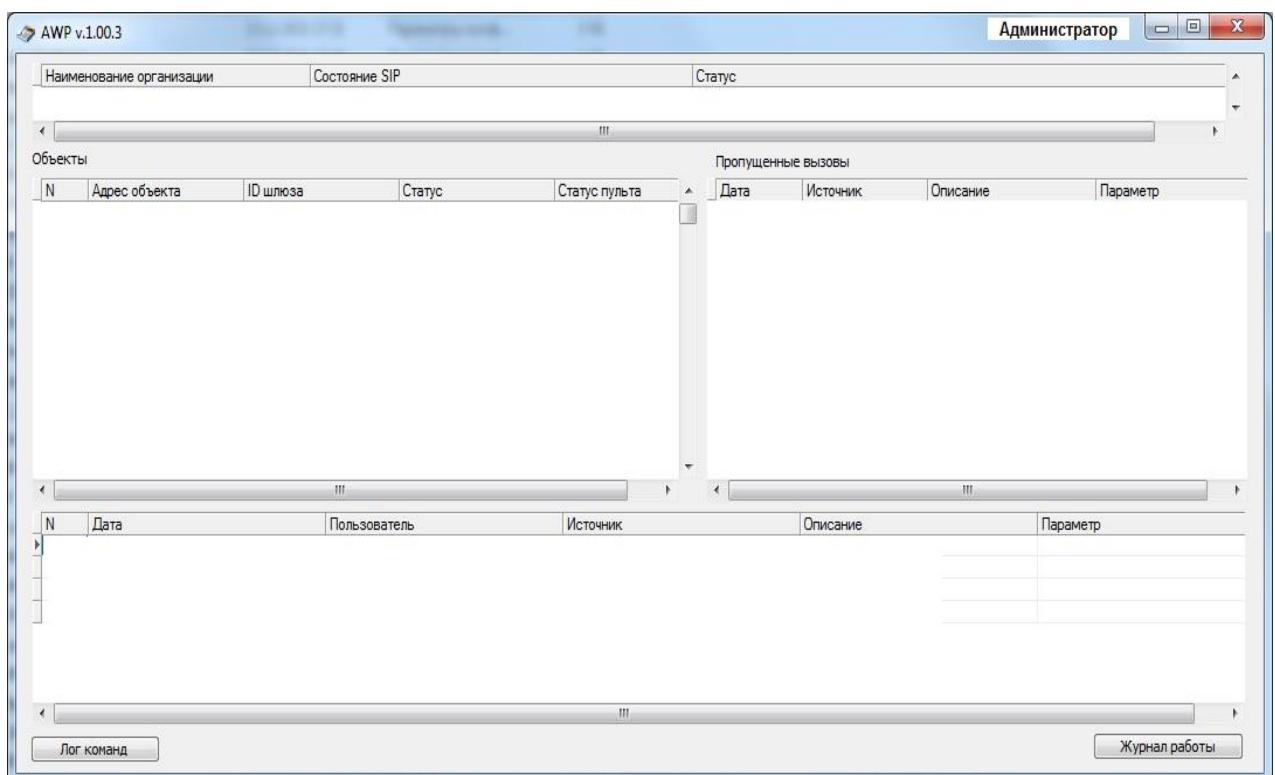

Рис.4 Первичный вид основного окна.
- 4.2 Запустить программу AWP.exe. При первом запуске АРМа появится пустое основное окно (рис.4), в котором все информационные поля и области чистые. Они будут заполняться по мере работы с АРМом и подключения к нему новых объектов. Внешний вид основного окна работающего АРМа будет представлен в разделе его функционирования с подключенными к нему объектами.
5.1.1 Сразу после открытия окна, представленного на рис.4, появится следующее сообщение:
5.1.5 На этапе первичного запуска АРМа, к нему не подключен ни один объект, т.е. одноименная область рис.4 пуста. Для формирования базы подключенных объектов, необходимо добавить и настроить ГШ объектов. Необходимо кликнуть ПКМ области объектов, появится кнопка «Добавить шлюз»: